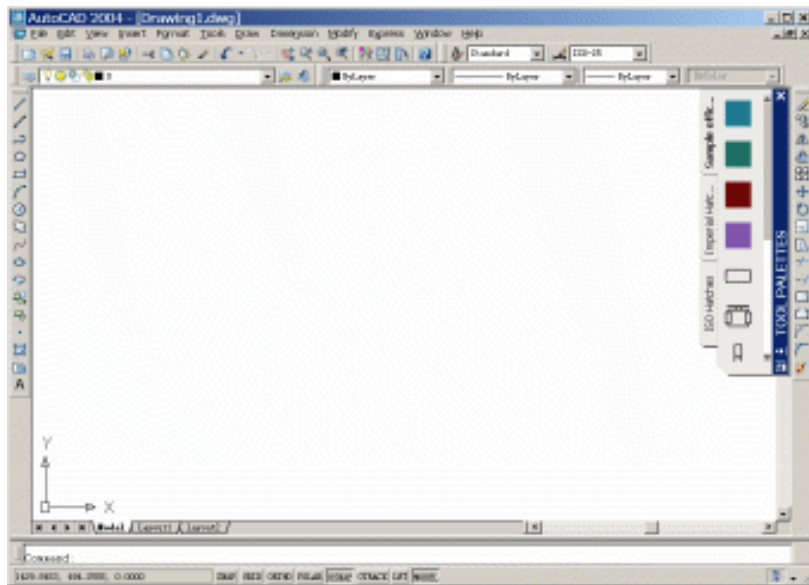

图 1.4 设置绘图窗口背景色为白色
(4) 单击 Apply & Close(应用并关闭)按钮,返回到 Options 对话框,再单击 OK(确定)按钮,可以看到绘图窗口的背景色变成了白色,如图 1.4 所示。设置完成后,下一次启动 AutoCAD 2004 时,绘图窗口背景色将是白色。